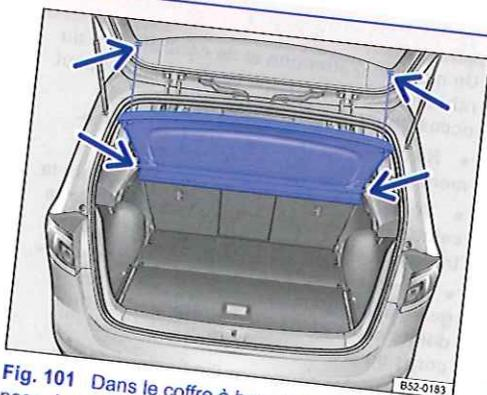

Fig. 101 Dans le coffre à bagages : dépose et repose du couvre-coffre.
- Décrochez les sangles de retenue du hayon ⇒ fig. 101 (flèches du haut).
- Tirez le couvre-coffre vers l'arrière pour le faire sortir des fixations latérales ⇒ fig. 101 (flèches du bas).
- Poussez le couvre-coffre vers l'avant dans les fixations latérales ⇒ fig. 101 (flèches du bas).
- Accrochez les sangles de retenue au hayon ⇒ fig. 101 (flèches du haut).